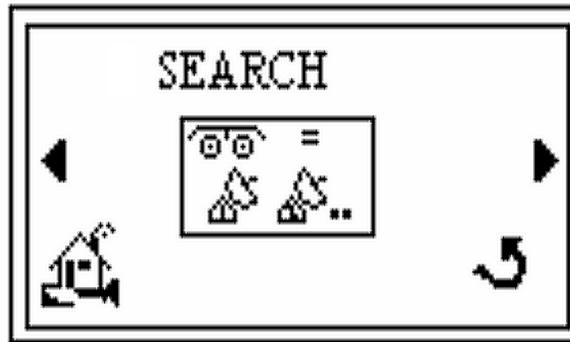

Abbildung 2-30 Such-Bildschirm
5. Drücken von  und der *Such*-Bildschirm erscheint (Abbildung 2-30).